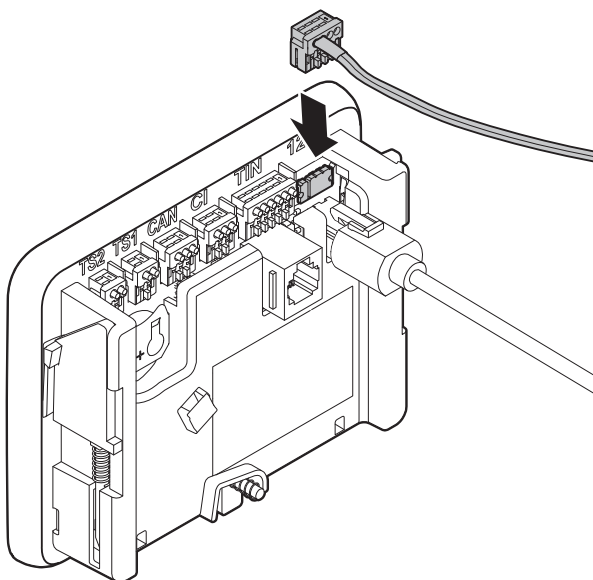

Figura 10
- Inserire con cautela dall'alto il connettore del cavo del Panel (Figura 10) sul Panel, senza piegare il cavo nel punto di passaggio dal cavo al connettore.